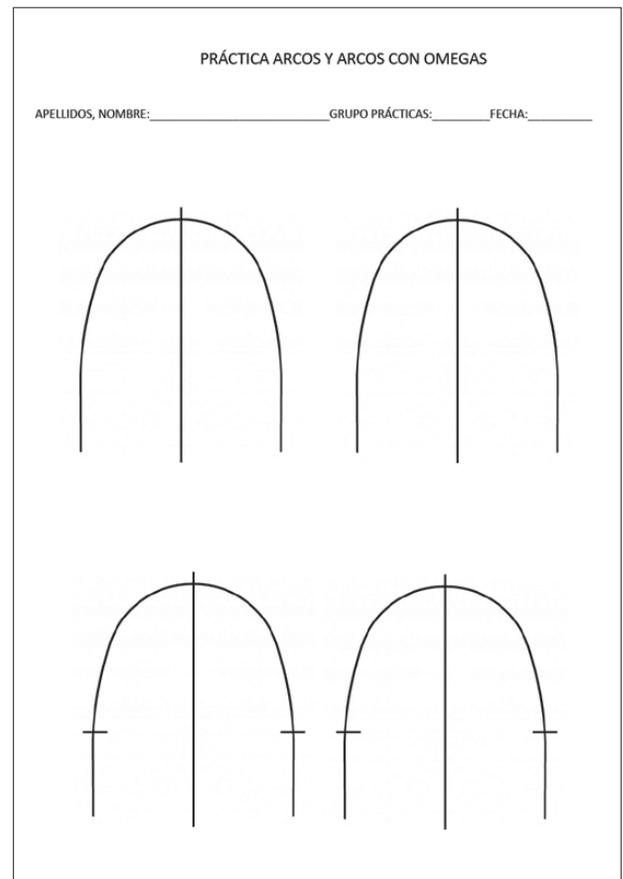

Figura 1.2.1.
- ~ Plantillas anexas (figura 1.2.1).